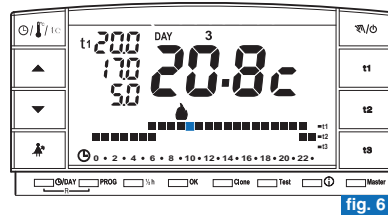

fig. 6
- En la pantalla aparecerán: el día actual, la temperatura ambiente y la escala térmica 24 horas programada con el dígito parpadeante de la hora actual (ejemplo en la fig. 6).